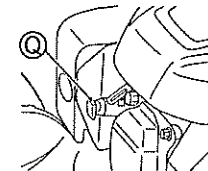

Fig. 29.
- 1 Enlevez le Capuchon de bougie (Q). (Voir Fig. 29.)